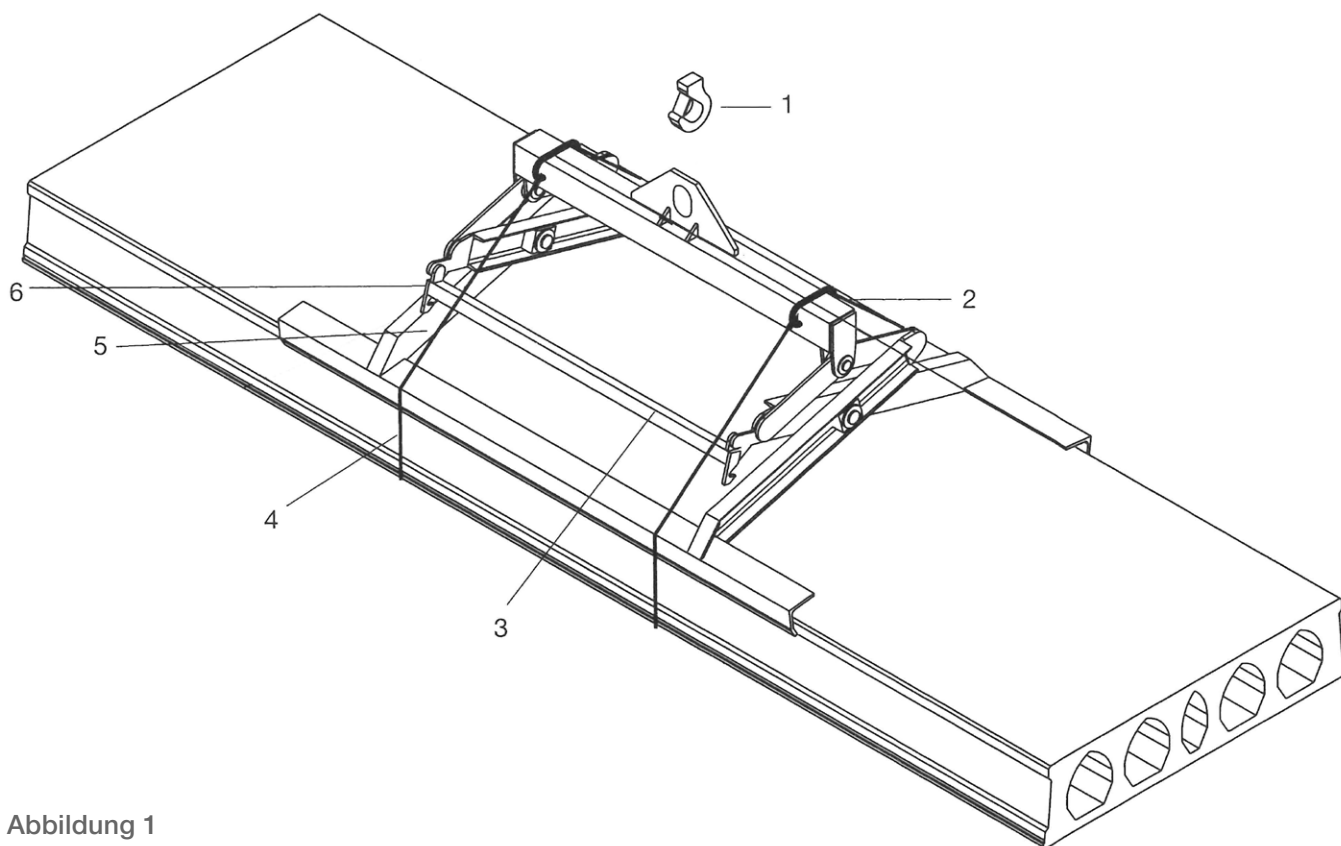

Abbildung 1
- Achten Sie darauf, dass die Hakensicherung am Hebehaken der Hebevorrichtung montiert wurde und selbstständig schließt (siehe Abb. 1 auf Seite 5).